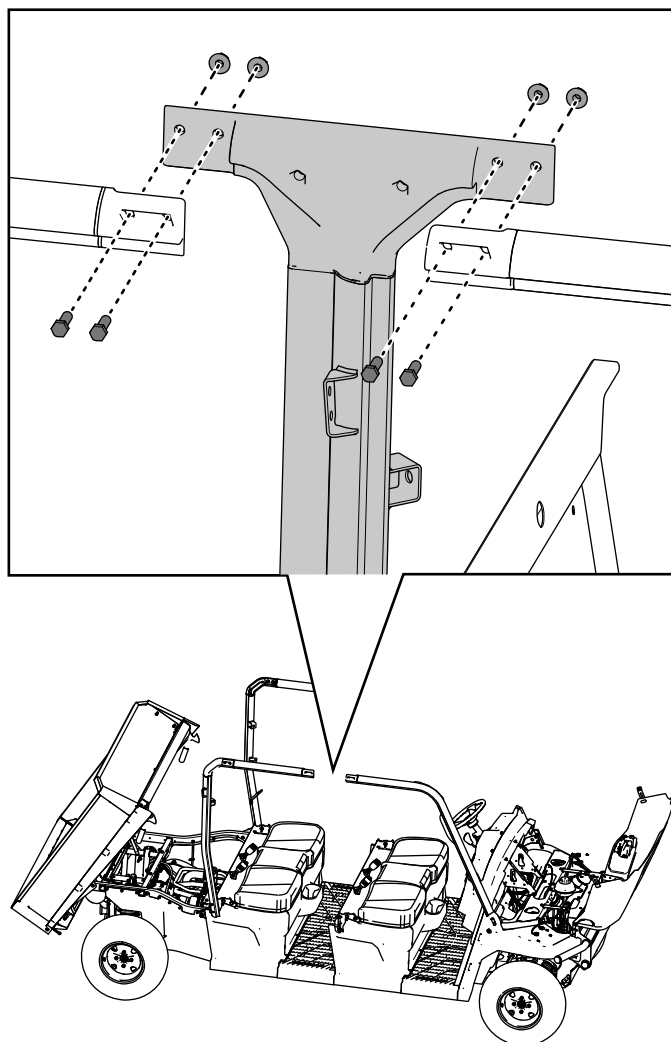

Figure 46
12. Fixez légèrement le haut de la barre centrale droite de l'arceau de sécurité aux barres avant et arrière droites à l'aide de 4 boulons à tête hexagonale ($\frac{3}{8}$ x $1\frac{1}{4}$ po) et de 4 contre-écrous ($\frac{3}{8}$ po), comme montré à la Figure 46.